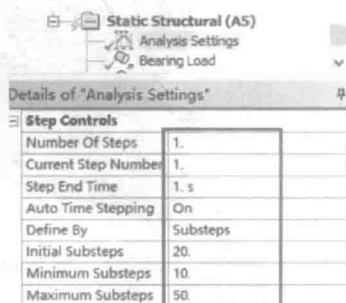

图 1-12 分析设置
(5) 分析设置，单击【Analysis Settings】→【Details of “Analysis Settings”】→【Step Controls】，设置【Auto Time Stepping】= On，【Define By】= Substeps，【Initial Substeps】= 20，【Minimum Substeps】= 10，【Maximum Substeps】= 50，其他默认，如图 1-12 所示。